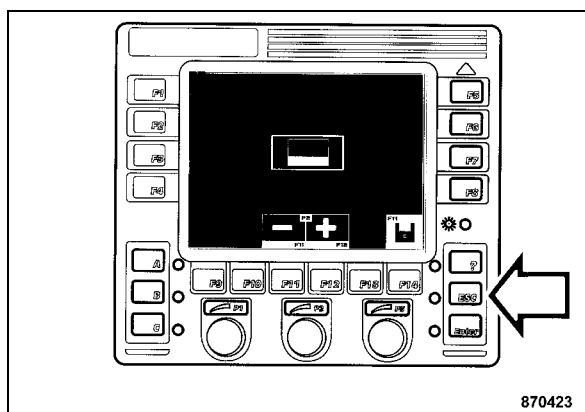

Fig. 116
- Pulsar la tecla "ESC" (Fig. 116) para volver a la pantalla inicial.